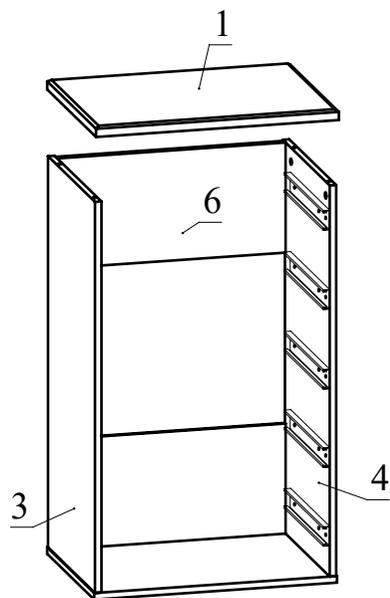

Рис.8
7. Установите деталь 1 на детали 7, 8, 10 зафиксируйте, затянув головки минификсов (Рис. 8).